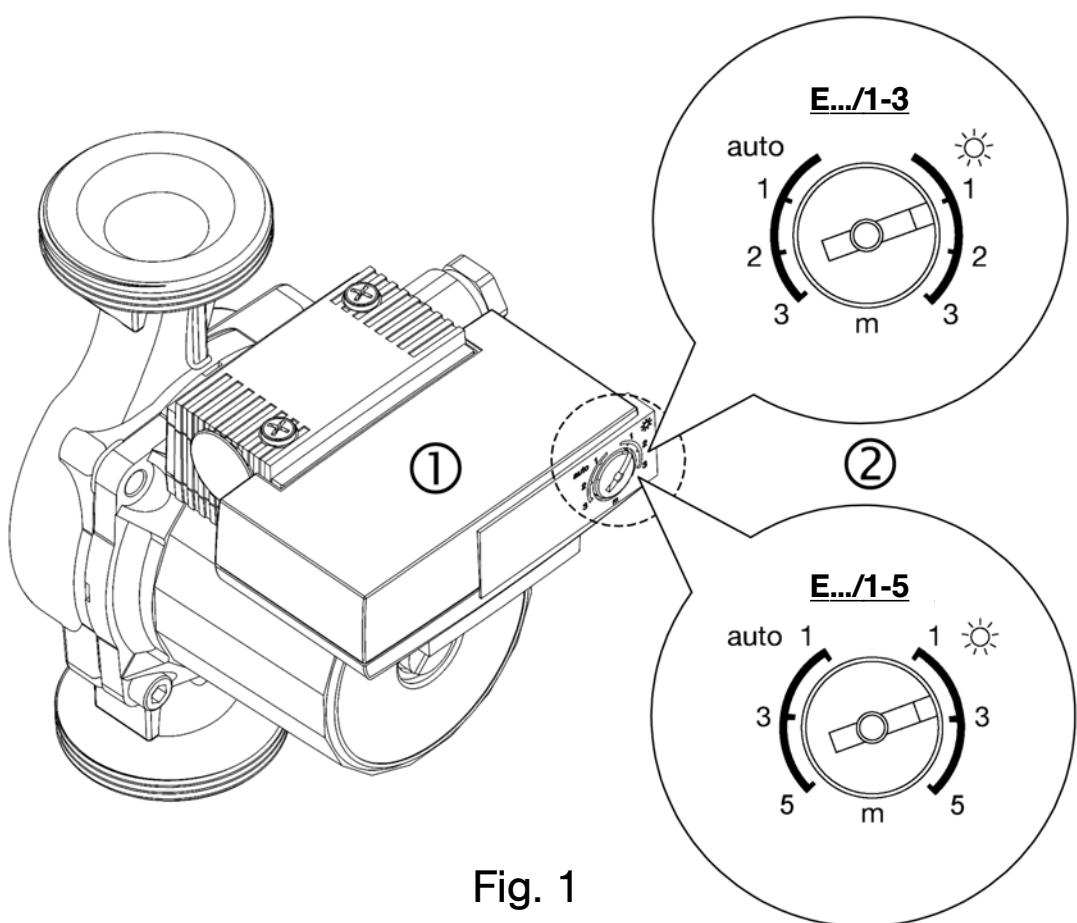

Fig. 1
4.1 Beschreibung der Pumpe (Bild 1)
Die Umlaufpumpe ist mit einem Naßläufermotor ausgestattet. Auf dem Motorgehäuse befindet sich ein elektronisches Regelmodul (Bild 1, Pos. 1), das den Differenzdruck der Pumpe auf einem einstellbaren Wert zwischen 0,5 und 3,0 m bzw. 1 und 5 m regelt. Die Pumpe passt sich damit einem wechselnden Leistungsbedarf der Anlage, wie er besonders beim Einsatz von Thermostatventilen entsteht, ständig an.